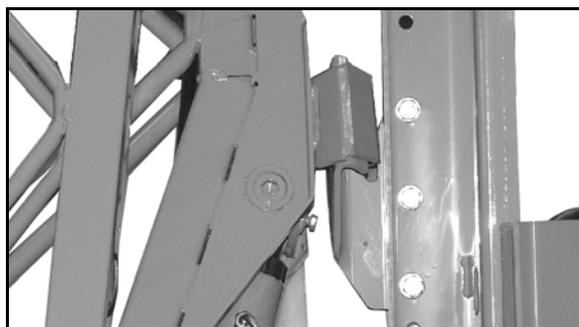

Fig. 10
- Verrouillage en position de transport (Fig. 10) de la rampe Super-S permettant d'éviter un dépliage accidentel de celle-ci.